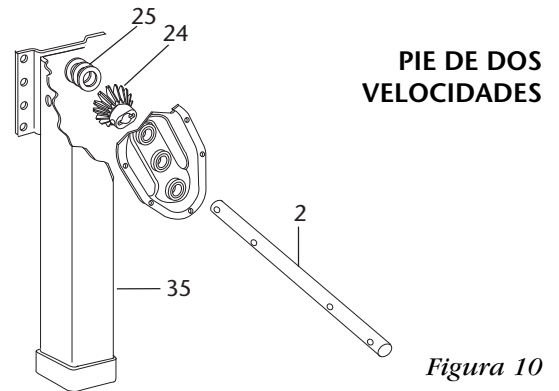
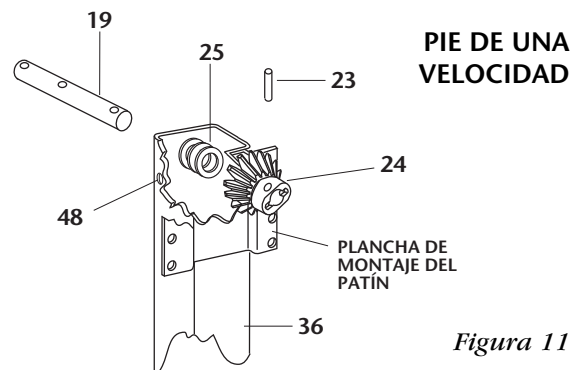

Figura 10
Figura 11
7. Instale el engrane de piñón biselado (*Ítem 24*) en la parte superior del engrane biselado. Para pies de una sola velocidad, el engrane de piñón biselado deberá estar del lado opuesto de la plancha de montaje del patín, como se muestra en la *Figura 11*. Para pies de dos velocidades, el engrane de piñón biselado deberá estar en contra del lado de la plancha de montaje del patín, como se muestra en la *Figura 10*.
8. En pies de dos velocidades, deslice la flecha de impulso (*Ítem 2*) para instalarla del lado de la caja de engranes del pie externo (*Ítem 35*), a través del engrane de piñón biselado, a través del espacio de cualquier lana que se haya removido previamente, y por el barreno hasta el otro lado del pie externo como se muestra en la *Figura 10*.
En pies de una velocidad, deslice la flecha del engrane de piñón biselado (*Ítem 19*) hacia el lado del pie externo (*Ítem 36*) que está opuesto a la plancha de montaje del patín, a través del espacio de las lanas que se hayan removido, por el engrane de piñón biselado, y por el barreno hasta el otro lado del pie externo como se muestra en la *Figura 11*.